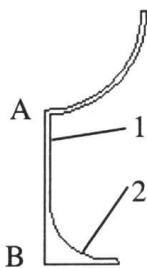
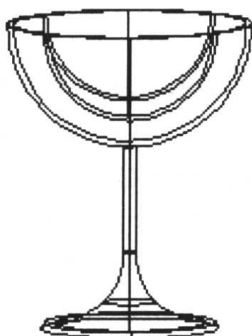

图 1-6
图 1-7
①选择第一个对象或[多段线(P)/半径(R)/修剪(T)/多个(U)]: R↵。②指定圆角半径<0.0000>: 60↵。③选择第一个对象或[多段线(P)/半径(R)/修剪(T)/多个(U)]: 单击直线1。④选择第二个对象: 单击直线2。如图1-6所示。
①选择多段线或[多条(M)]: M↵。②选择对象: 选择线段和圆弧↵。③是否将直线和圆弧转换为多段线? [是(Y)/否(N)]: <Y>: ↵。④输入选项[闭合(C)/打开(O)/合并(J)/宽度(W)/拟合(F)/样条曲线(S)/非曲线化(D)/线型生成(L)/放弃(U)]: J↵。⑤输入模糊距离或[合并类型(J)]<0.0000>: ↵。⑥↵。将其组合为一条多段线。
①选择对象: 选择多段线↵。②指定旋转轴的起点或定义轴依照[对象(O)/X轴(X)/Y轴(Y)]: 捕捉端点A。③指定轴端点: 捕捉点B。④指定旋转角度<360>: ↵。以多段线左端的直线为旋转轴, 旋转360°, 如图1-7所示。